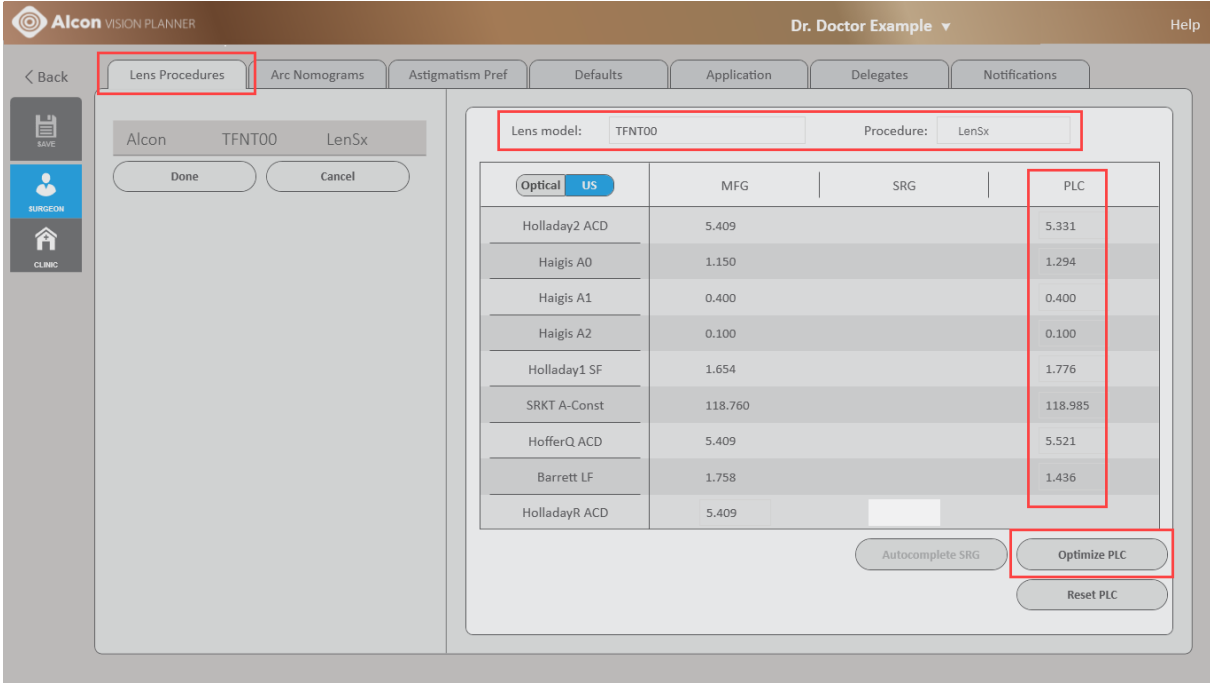

Рис. 148. Отбор случаев для статистической обработки
- Появится экран входа в систему (рис. 148). Закройте приложение, нажав на кнопку «**Выключить**».